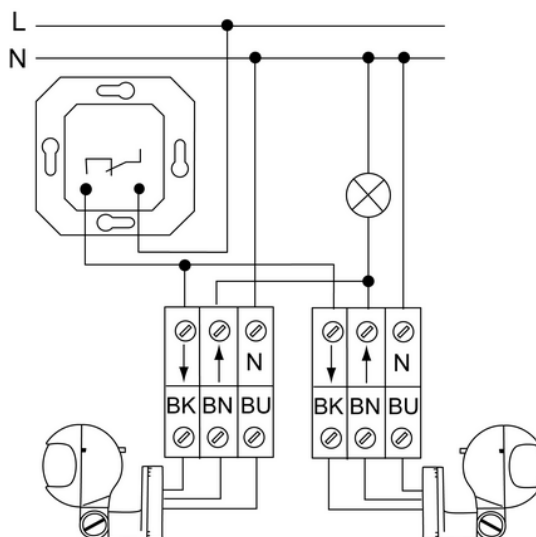

Figure 9: Raccorder le détecteur en parallèle
- Raccorder le détecteur et le poussoir d'installation en option selon le schéma de raccordement (figure 9).